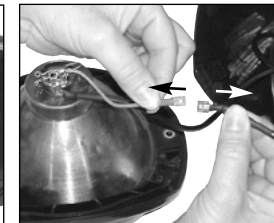

Fig. 6
2. Disconnect bulb wire from the spotlight wire harness connector. (Fig. 6)
2. Débranchez le fil de l'ampoule du connecteur du faisceau électrique (fig. 6).